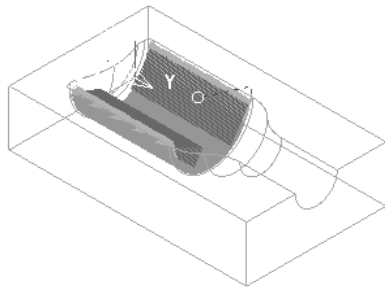

图 5-138 生成的刀具路径 3
- 2) 在“曲面精加工”对话框中单击“应用”按钮和“接受”按钮，确定参数并退出对话框，生成的刀具路径如图 5-138 所示。